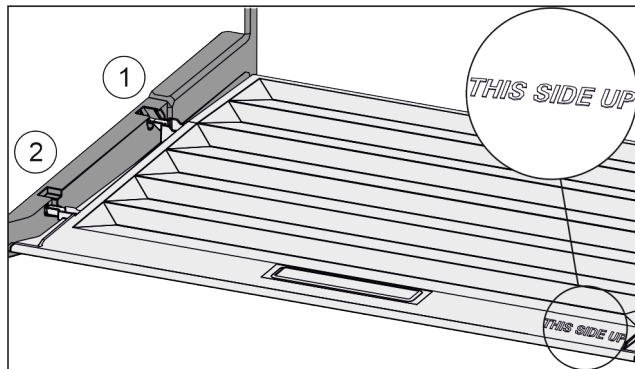

Fig. 125
- ▶ Anbring dækslets tappe over åbningen i den bageste holder Fig. 125 (1), og lad dem gå i indgreb i forreste holder Fig. 125 (2).